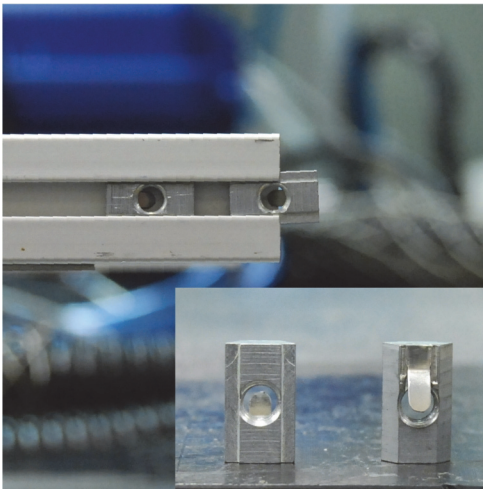

图 2-29 T型螺母用于将附件连接到框架杆上
5. 从换下的框架杆上取下T型螺母，并将这些螺母安装到新的框架杆上。每个手柄需要两个T型螺母，每个标尺需要两个T型螺母，而且每个框架杆需要一个T型螺母来连接边框（参见第57页的图 2-29）。